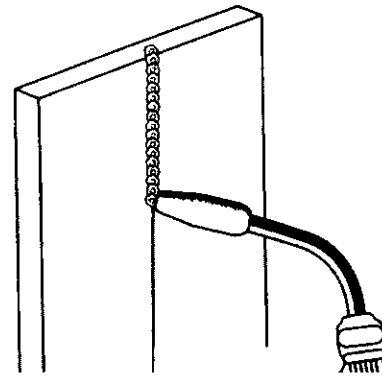

Figura 14. Soldadura vertical
3. POSICIÓN VERTICAL (Figura 14) es la siguiente posición más difícil. Jalando la pistola de arriba hacia abajo puede ser más fácil para mucha gente, pero en algunos casos puede ser difícil evitar que escorra la soldadura fundida del charco hacia abajo. Al empujar la pistola hacia arriba se puede controlar mejor el charco y se puede avanzar a menor velocidad para lograr mayor penetración. Cuando se suelda una junta vertical, el ángulo B (ver POSICIÓN DE LA PISTOLA SOBRE LA PIEZA DE TRABAJO en la página 14) se mantiene usualmente a cero grados, pero el ángulo A variará de 45 a 60 grados para tener mejor control del charco de soldadura fundida.